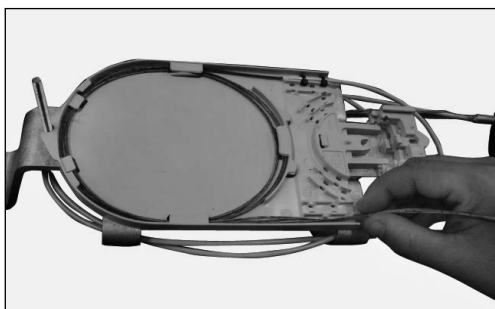

Figura 75
12.3 Utilize a bandeja de transição deixando uma reserva de fibra óptica com 1 ou 2 voltas dentro do compartimento (figura 75).